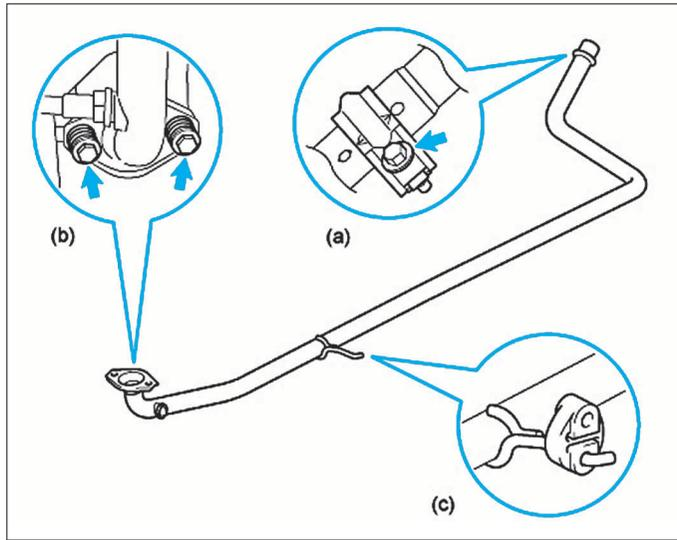

FIG. 79
- Déposer le tuyau AV d'échappement en a, b et c (Fig.79).